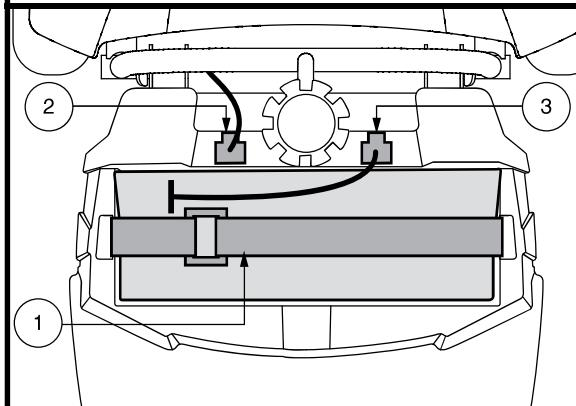

Figura 22. Fascetta di fissaggio delle batterie
1. Scollegare il cavo della batteria e rimuovere il pacco batteria dal miniscooter. Vedere figura 22.
2. Collegare le cinghie della batteria e la fascetta difissaggio, quindi rimuovere la batteria dal miniscooter. **Vedere figura 22.**